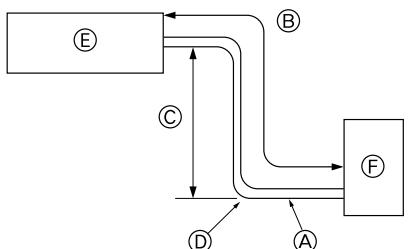

Fig. 2-1
① Tuyau de jointure...x1
2.1. Tuyaux de réfrigérant (Fig. 2-1)